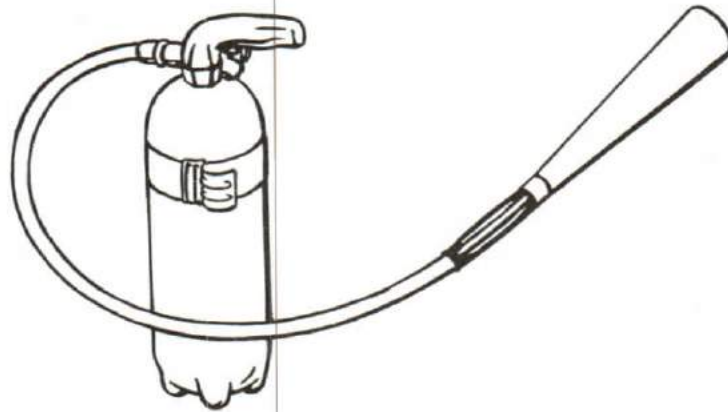

Figure 8-60
- (1) Les extincteurs seront inspectés une fois par mois pour s'assurer qu'ils sont à leur place et qu'ils fonctionnent correctement. L'inspection tiendra compte des points suivants:
- (2) une fois l'an, il faut vidanger, inspecter et recharger les extincteurs;
- (3) la recharge des cartouches d'azote s'effectue à terre.
7. Carbon Dioxide Extinguisher - CO₂ extinguishers are supplied in 5, 15 and 50 pound sizes. The size indicates the weight of the CO₂ contained in the cylinder. The 15 lb. size is the most common. The 50 lb. unit is mounted on a wheeled dolly for use in large ships such as aircraft carriers. See Figure 8-60.
7. L'extincteur à gaz carbonique. L'extincteur à CO₂ s'obtient en format de 5, 15 ou 50 livres. Ces chiffres représentent le poids du gaz carbonique que contient le cylindre. Le model de 15 livres est le plus courant. Le modèle de 50 livres est monté sur un petit chariot et on l'utilise à bord des gros navires tels que les porte-avions (voir la figure 8-60).